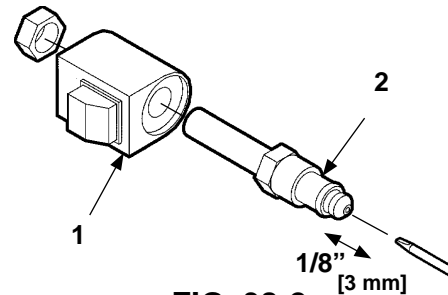

FIG. 38-2
3. Inspeccione si la válvula del solenoide está continuamente energizada tocando con la punta de un desarmador la tuerca del solenoide. Empuje el interruptor de control hacia la posición "abajo" para energizar el solenoide (FIG. 38-2). Un solenoide en buen estado atrae (magnéticamente) el desarmador a la tuerca, dificultando la separación de éstos.
4. Inspeccione el vástago de la válvula al retirar el ensamble de la bobina (Art. 1, FIG. 38-2). Con la plataforma apoyada, desatornille el vástago de la bobina (Art 2, FIG. 38-2) fuera de la bomba. Empuje el émbolo que está dentro de la válvula insertando un desarmador pequeño en el extremo. Si el émbolo no se mueve libremente (aproximadamente 1/8" [3 mm]) reemplace el vástago de la válvula.